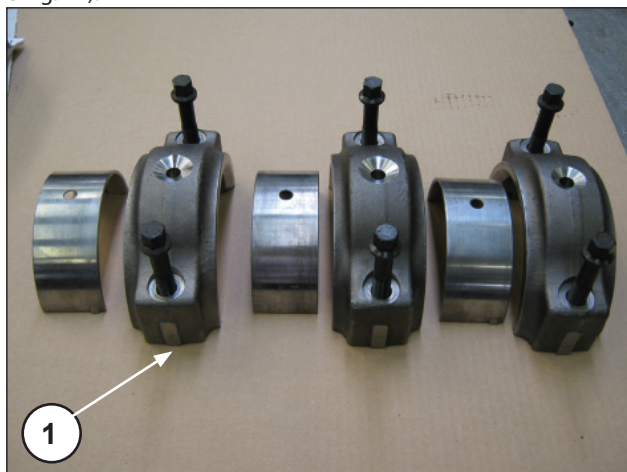
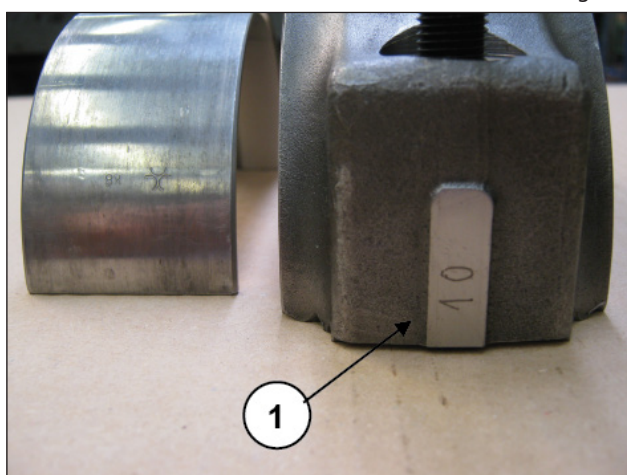

Fig. 41
Fig. 42
Accoppiare le semibielle ai cappelli precedentemente smontati facendo riferimento alla numerazione (pos. ①, Fig. 41 e Fig. 42).